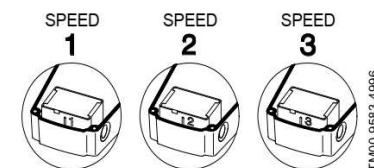

Рис. 13 Выбор скорости
3. Извлечь модуль переключателя скорости и установить его снова таким образом, чтобы требуемый номер скорости был виден в окне крышки клеммной коробки, как показано на рис. 13.